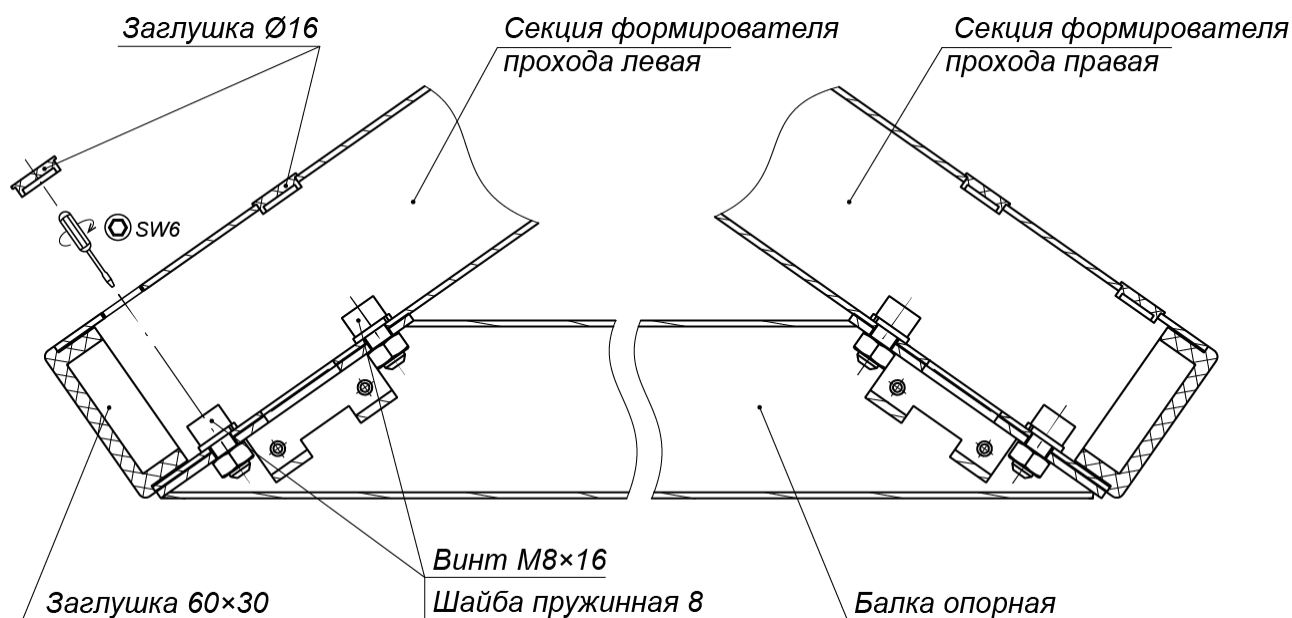
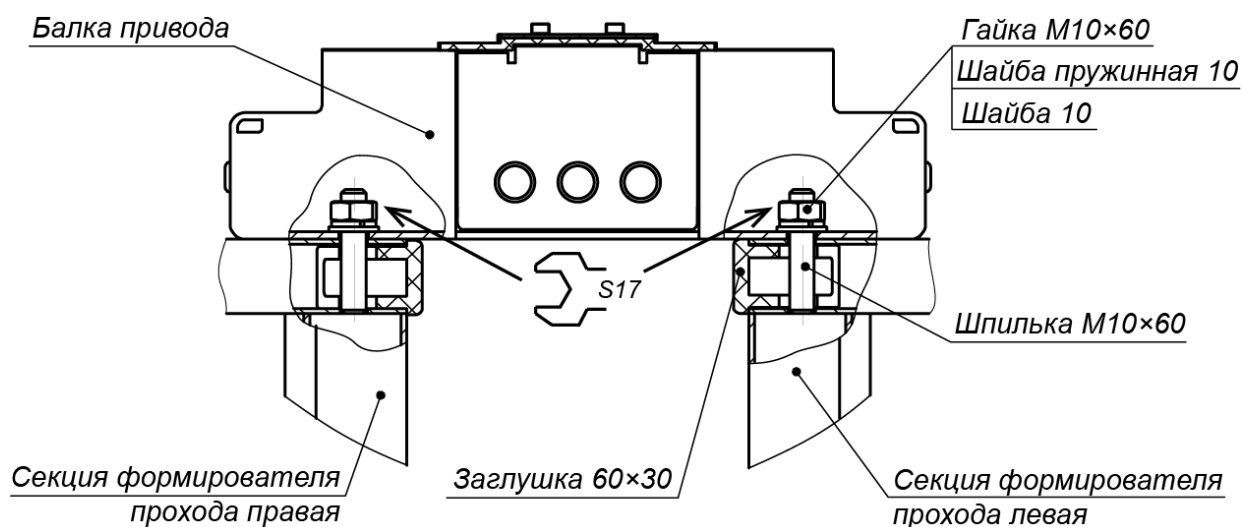

Рисунок 15. Крепление балки опорной к секциям формователя прохода
Рисунок 16. Крепление балки привода к секциям формователя прохода
- Установите секции (6) формователей прохода на установочную поверхность, ориентируя отверстия в опорных фланцах по расположению анкеров. При этом левая и правая секции каждого ИУ турникета должны быть правильно выставлены и сориентированы: блоки индикации формователей должны быть развернуты наружу (см. рис. 2) и учтено расположение на секциях мест крепления опорной балки (см. рис. 15).
14. Установите балки опорные (7) на секции (6) формователей прохода, каждую в следующем порядке (см. рис. 15):
15. Распакуйте балку привода (9) с крышкой (10) (ящик №1).
16. Произведите монтаж балки привода (9) (работайте вдвоем!):
- Снимите крышку (10) с балки привода (см. разд. 6).
- Используя две стремянки, осторожно установите балку сверху на турникет, при этом шпильки, расположенные на секциях (6) формователей прохода, должны попасть в соответствующие отверстия в балке. Будьте внимательны – не повредите соединительные кабели!
- Придерживая балку, осторожно приподнимите ее с одной стороны и пропустите концы кабелей индикации (14) из балки опорной (7) в соответствующие отверстия балки привода. Временно закрепите их внутри балки (к примеру, с помощью скотча). Те же самые действия произведите с другой стороны балки.
- Закрепите балку привода на секциях (6) формователя прохода четырьмя гайками M10 с шайбами (см. рис. 16), накрутив их на шпильки с помощью торцового ключа S17. Затяжка гаек предварительная, для возможности регулировки положения.
- Проверьте вертикальность положения ротора с помощью уровня. При необходимости устраните отклонение от вертикальности путем смещения балки привода (9) в пределах допуска монтажных отверстий. Окончательно затяните все гайки и винты крепления балки привода.
20. Закройте пластиковыми заглушками Ø16 отверстия для винтов соединения секций ротора (2) и отверстия крепления балки опорной (7) к секциям (6) формирователя прохода (см. рис. 15 и 19).